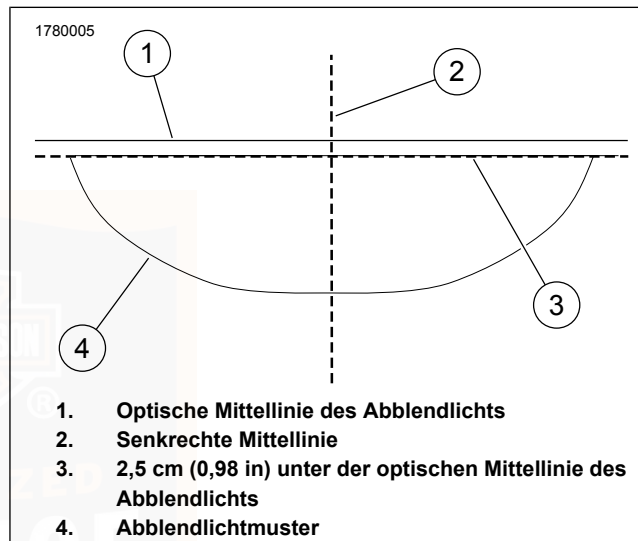
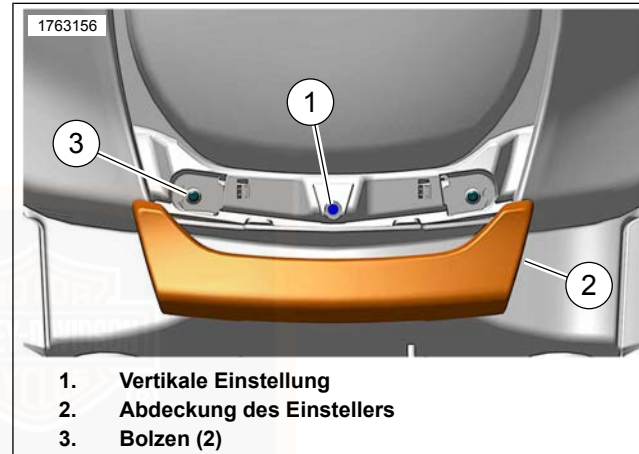

Abbildung 124. Ausrichtung des Scheinwerferablendlichts
Abbildung 125. Scheinwerfereinstellung
1. Siehe Abbildung 125. Die Abdeckung (2) des Einstellers greifen und nach vorne ziehen, um sie von den Bolzen (3) zu lösen.
2. Einen Schlitzschraubendreher in die vertikale Einstellschraube (1) einführen.
3. Siehe Abbildung 124. Den vertikalen Einsteller drehen, um den Lichtstrahl (4) nach oben oder unten zu verstellen, bis der obere Teil des Lichtstrahls auf die horizontale Linie (3) trifft.